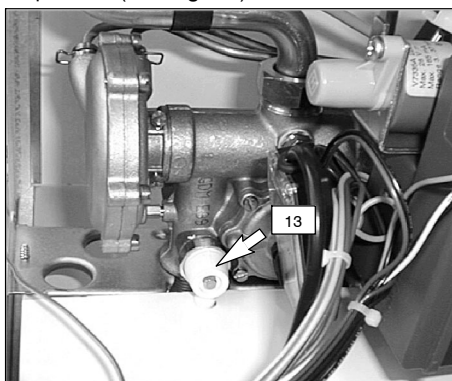

fig. 7.3
- 2 Allentare il rubinetto di svuotamento circuito primario (13 in fig. 7.3).